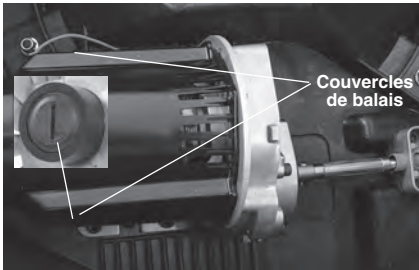

Figure 21 – Inspection et remplacement des balais moteur
2. Servez-vous d'un tournevis pour retirer les couvercles de balais (*Figure 21*), puis retirez les balais. S'ils sont endommagés ou usés au-delà de 1/2" (13 mm) d'épaisseur, remplacez-les.